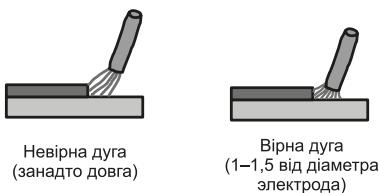

Рисунок 3. Відстань розташування електрода із покриттям до деталі під час ручного дугового зварювання («MMA»).
2. Під час тривалого та інтенсивного зварювання може спрацювати термозахист зварювального апарату і відбудеться його вимикання. Спрацювання термозахисту супроводжується сигналом світлового індикатора «Перегрів» (4, рис. 3) на світлодіодному екрані панелі виробу. Продовження роботи стане можливим після охолодження зварювального апарату і вимкнення індикатора.
5. Після появи дуги одразу відвести електрод від поверхні майбутнього шва на відстань 2–4 мм і утримувати цю відстань протягом усього зварювального процесу (рис. 3).